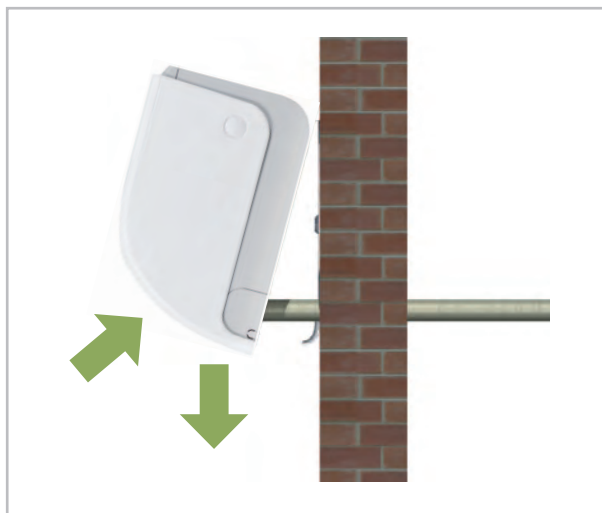

Fig. 26: Orientation horizontale
5. ➤ Vérifiez une nouvelle fois l'alignement horizontal de l'appareil. (Voir la Fig. 26)